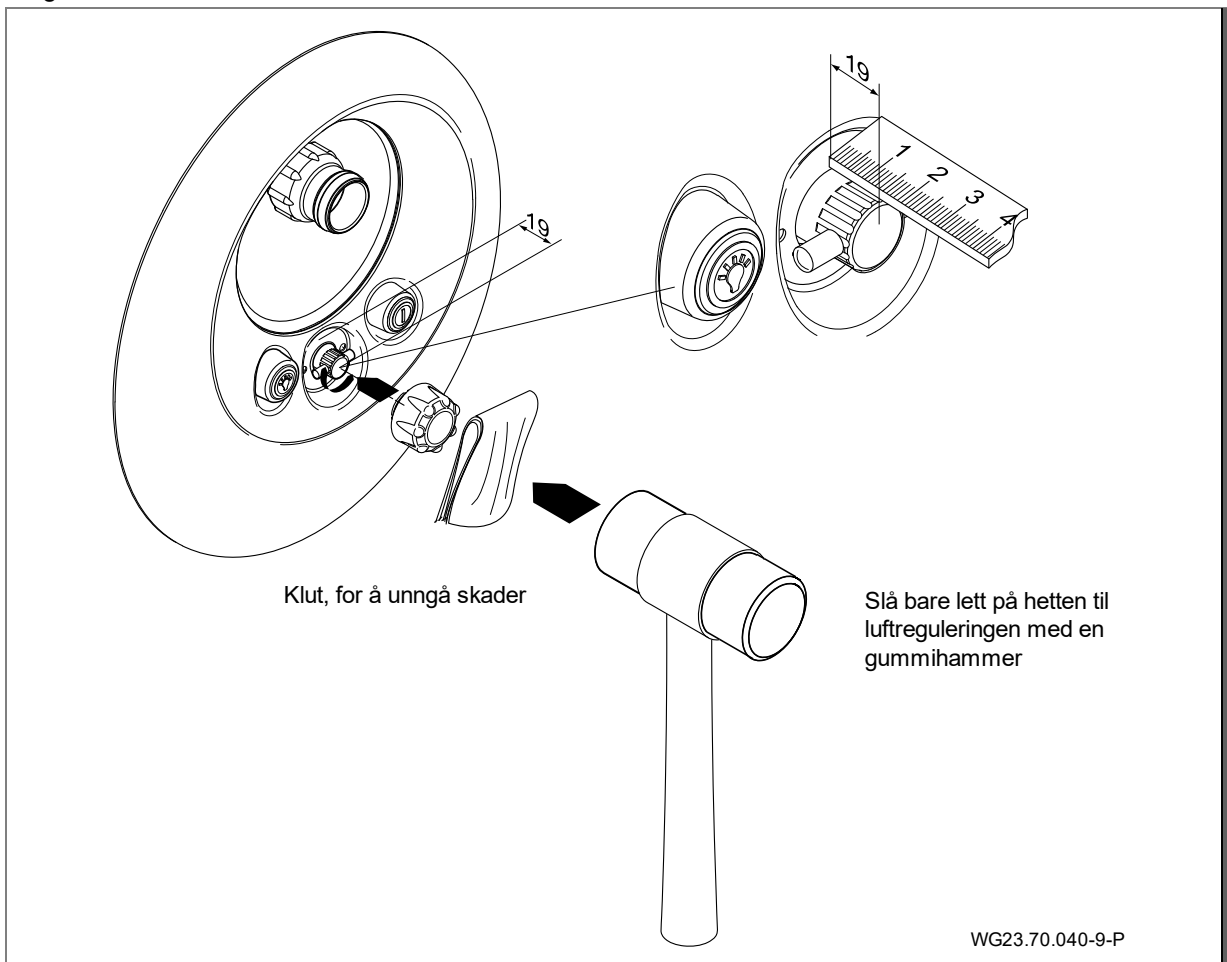

Fig. 22
11. Fest kappe for luftregulering (21). (Fig. 22)
12. Koble til jet-pumpe (92) med halv skrukobling (98, 99, 100), gummivinkel (79) og tilhørende klemmer (75) til på suge- og trykksiden på innbyggingshuset (1).